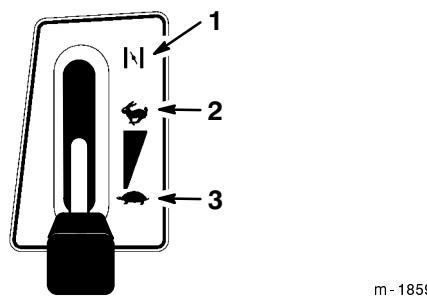

Figure 9
- Placez la manette d'accélérateur en position de starter (Fig. 9).
- Lorsque le moteur a démarré, amenez progressivement la manette d'accélérateur en position de régime maximum (Fig. 9). Si le moteur cale ou hésite, ramenez la manette d'accélérateur en position de Starter pendant quelques secondes. Mettez ensuite le levier en position de régime maximum. Répétez l'opération si nécessaire.
1. Placez la manette d'accélérateur en position de régime maximum (Fig. 9).